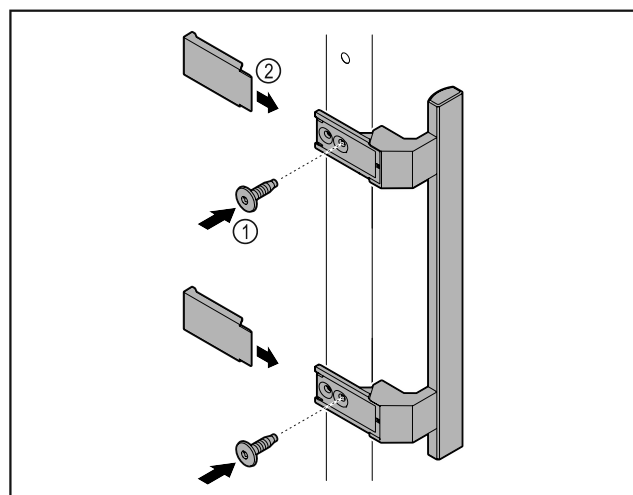

Fig. 3
- ▶ Madlo z příloženého příslušenství upevněte na dveře pomocí příložených šroubů Fig. 3 (1).
- ▶ Nasadte kryt Fig. 3 (2).